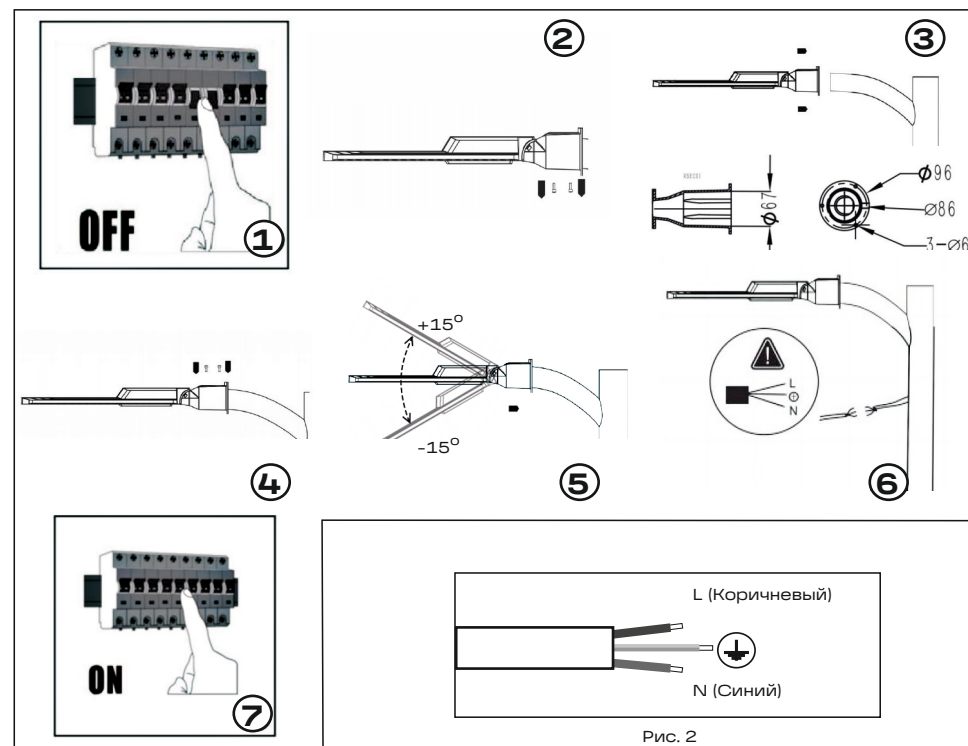

Рис. 1
- 5.10 Конструкция осветительного прибора предусматривает стационарное крепление на консольный кронштейн (рис. 1):